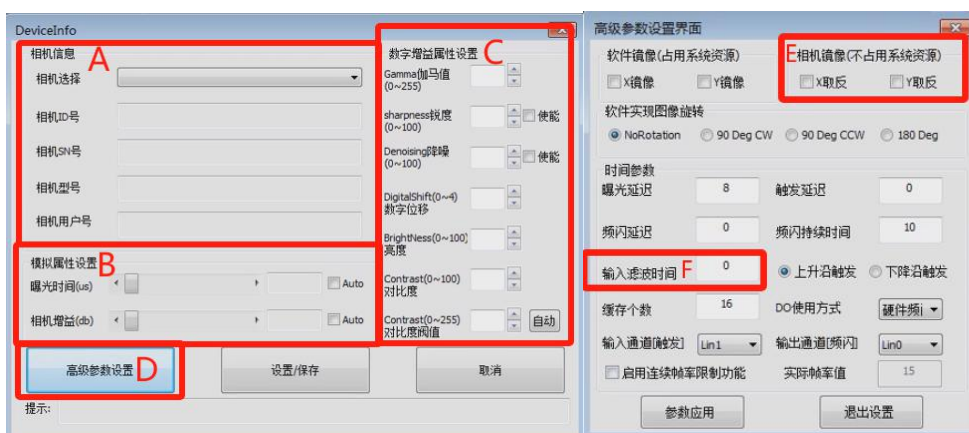

图 2-4
- C. **相机设置**: 当图像效果需要进行相机参数操作时，点击“相机设置”进入如下图 2-4 界面：
- d. **高级参数设置:** 点击弹出高级参数设置界面, 如图 2-4 右侧所示;